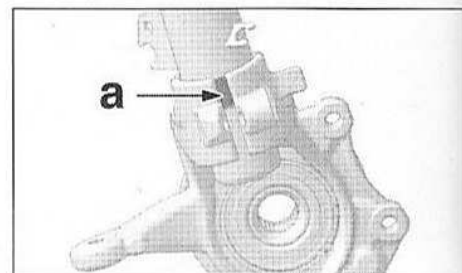

FIG. 18
- Remplacer systématiquement les écrous (6) et (12) ainsi que les boulons (7) et (8).
- Placer le bossage (a) à la base de l'élément de suspension dans l'ouverture du pivot (Fig. 18).